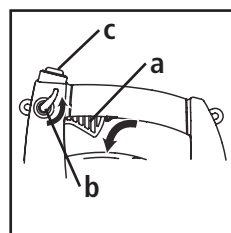

Fig. 20
2. Pressione e segure o interruptor Liga/Desliga (c) na posição DESLIGA (0) até que o motor pare completamente (Fig. 20).